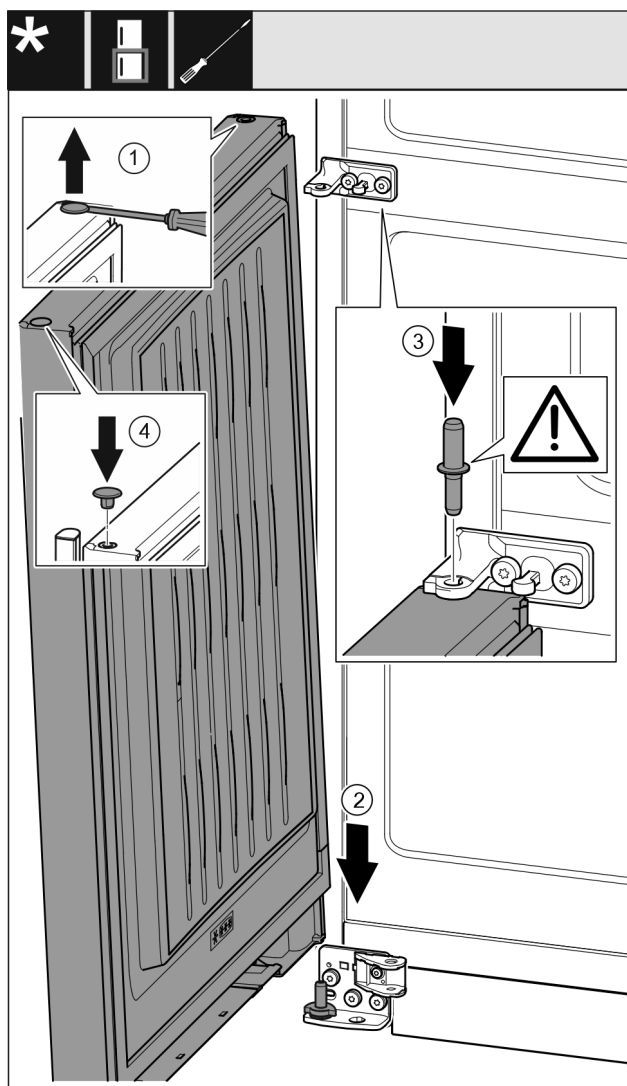

Fig. 42
- Løft forsigtigt proppen Fig. 42 (1) af med en kærveskrue-trækker, og træk den ud.
- Påsæt døren Fig. 42 (2) oppefra på den nederste lejebolt.
- Indsæt den midterste lejebolt Fig. 42 (3) gennem det midterste hængsel i den nederste dør. Sørg for, at låseknasten vender bagud.
- Indsæt atter proppen Fig. 42 (4) på den anden dørside.